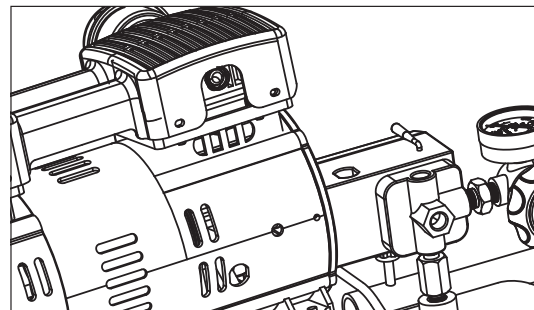

Figura 2
**Interruptor de presión:** Interruptor de encendido/apagado automático. En la posición de "Modo automático" ("Auto On") el compresor se apaga automáticamente cuando la presión del tanque alcanza la presión máxima prefijada. Después de que se usa el aire del tanque y la presión cae un nivel bajo prefijado, el interruptor de presión enciende el motor de nuevo automáticamente. El compresor no funcionará en la posición "Apagado" ("Off"). Este interruptor debe estar en la posición "Apagado" ("Off") al conectar o desconectar el cable de corriente a la toma de corriente. (Figura 2)
1. Si el enchufe del cable de alimentación de la unidad no le resulta familiar o no encaja en su tomacorriente, la Figura 2 le ayudará a entender por qué, ya que ilustra los diferentes tipos de enchufe y los voltajes con los que se utilizan.